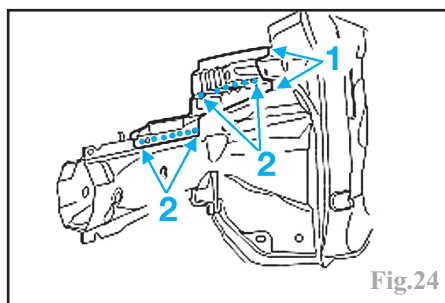

Fig.24
Souder en cordon continu (1) sous protection gazeuse et par résistance par points (2) le renfort de joue d'aile intérieur (Fig.24)